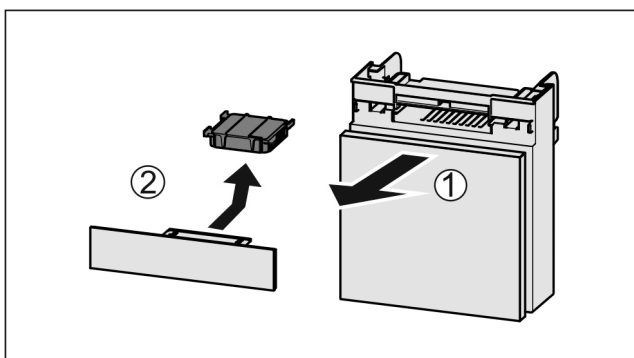

Fig. 50
- ▶ Zásuvku vytáhněte dopředu Fig. 50 (1).
- ▶ Filtr s aktivním uhlím vyjměte Fig. 50 (2).